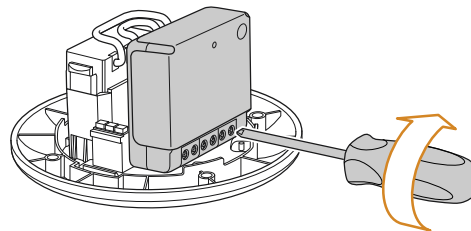

Imagen 2
- 3 Atornille los 6 tornillos del módulo, véase la **imagen 2**.